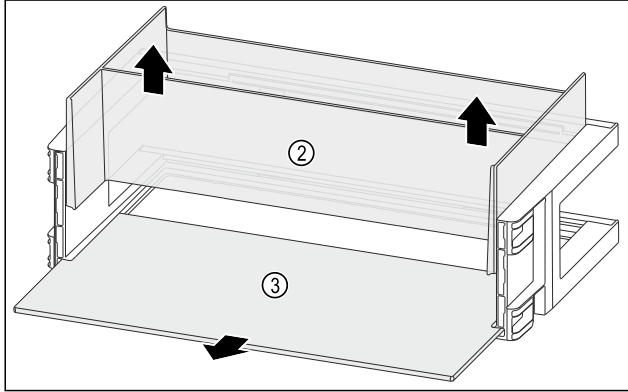

Fig. 115
- Düzenleyiciyi Fig. 115 (2) yukarıdan çıkarın.
- Raf alanını Fig. 115 (3) çıkarın.